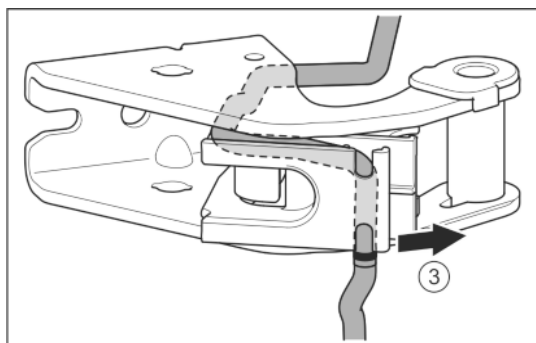

Fig. 29
- Atvienojiet kabeli no vadotnes. Fig. 29 (3)